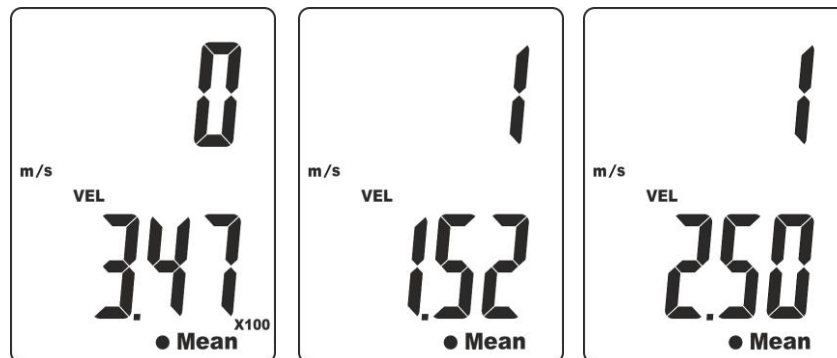

Abb. 8: Berechnung des durchschnittlichen Werts der Geschwindigkeit per Punkte
6. Führen Sie die erste Messung der Luftgeschwindigkeit durch, wie im § 5.1 angegeben, und drücken Sie die Taste **ENT**. Der Wert des ersten Punktes wird im sekundäre Display (siehe Abb. 8 – linke Seite).
7. Führen Sie die zweite Messung der Luftgeschwindigkeit durch, wie im § 5.1 angegeben, und drücken Sie die Taste **ENT**. Der Wert des zweiten Punktes wird im sekundäre Display (siehe Abb. 8 – Mitte).
8. Führen Sie eventuelle andere Luftgeschwindigkeitsmessungen mit derselben Methode durch, am Ende drücken Sie die Taste **MEAN**. Die Symbole “•” und “Mean” blinken im Display und der Wert des arithmetischen Durchschnitts wird im sekundären Display angezeigt (siehe Abb. 8 – rechte Seite)